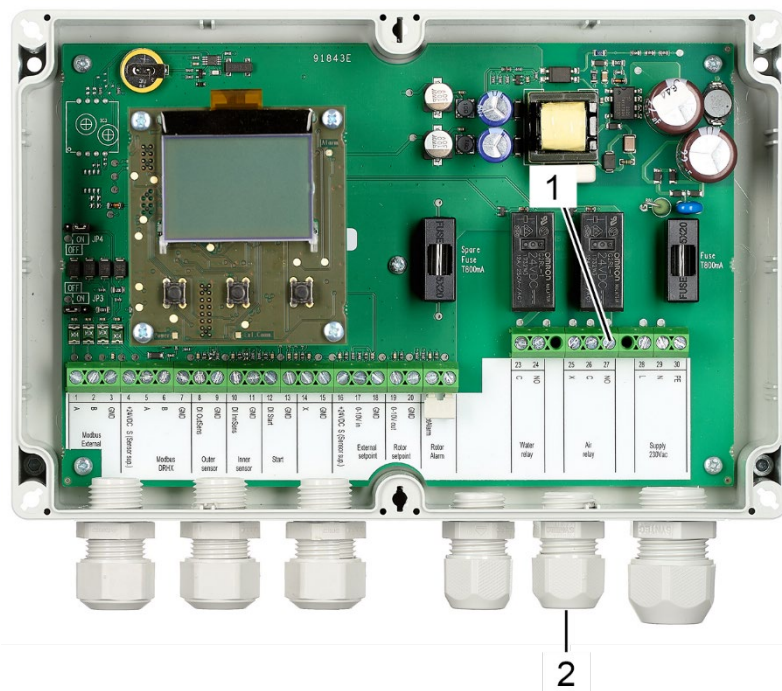

Figura 91: Terminales del relé de aire comprimido
30. Pase el cable del relé del aire comprimido (línea de alimentación y conductor neutro) a través del prensaestopas (Figura 91/2).
31. Conecte el cable de alimentación del relé del aire comprimido al terminal 27 (Figura 91/1, NO).
32. Conecte el conductor neutro del relé de aire comprimido al terminal del cable donde está conectado el conductor neutro (N) del cable de alimentación de 230 V.